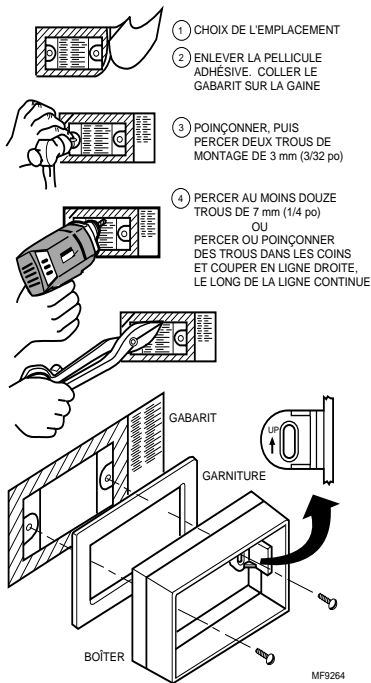

Fig. 4. Montage du régulateur d'humidité sur la gaine de reprise d'air.
- 2 En suivant les instructions à la fig. 4 et sur le gabarit, percer deux trous de montage de 2,4 mm (3/32 po) et 12 trous de détection de 6,4 mm de diamètre (1/4 po) dans la gaine. (Les trous de détection permettent à l'air de reprise d'atteindre les capteurs de nylon et de faire fonctionner le régulateur d'humidité.)
REMARQUE : Bien serrer les vis de manière que la garniture scelle parfaitement l'espace entre le boîtier et la gaine (Fig. 4).